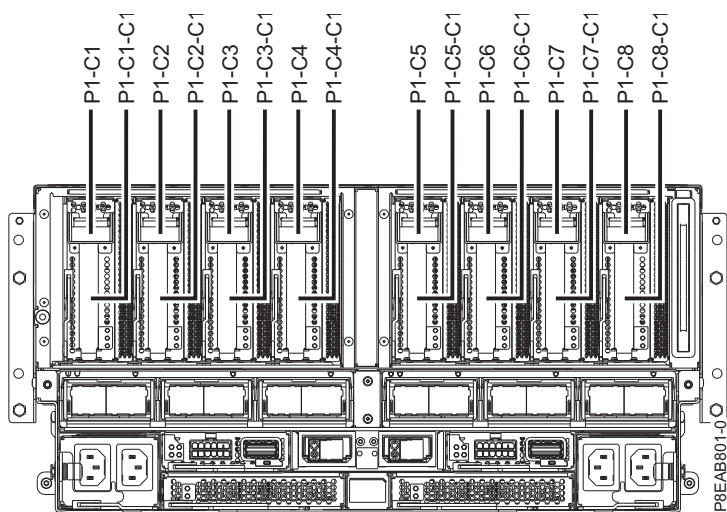

Figura 37. Ubicaciones de las ranuras del adaptador PCIe en el sistema
3. Determine la ranura en la que desee instalar un adaptador PCIe. Las ranuras del adaptador PCIe se hallan en la parte posterior de un sistema. En la Figura 37 se muestran los códigos de ubicación del adaptador PCIe.